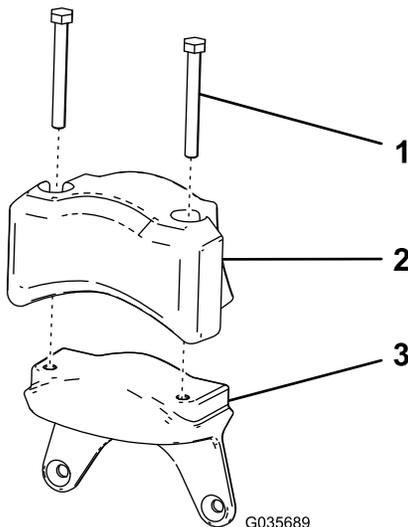

Figura 8
1. Monte o contrapeso elétrico e os dois parafusos (5/16 pol. x 2³/₄ pol.) que retirou em Remoção do contrapeso do motor elétrico \(página 4\) no novo peso (Figura 8).